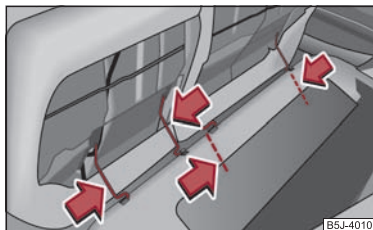

Abb. 54 Sitzflächen herausnehmen
- Drücken Sie die Drahtbügel in Pfeilrichtung ⇒ Abb. 54 und nehmen Sie die Sitzfläche aus der Halterung. ►